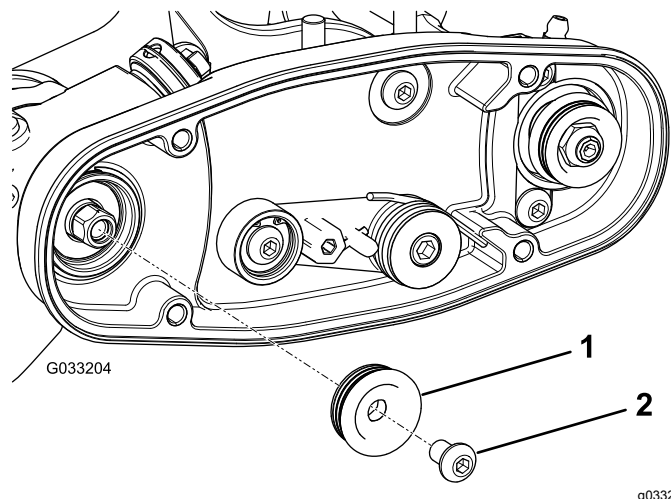

図 12
2. グルーマシャフトに駆動プーリを取り付ける  図 12。
3. 六角駆動ボルトに 242 ロクタイト青を塗り、これを使ってプーリを駆動シャフトに取り付ける  図 12を参照。